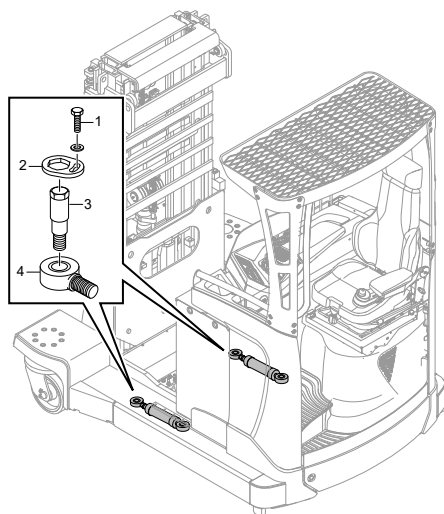

Fig. 48. Tornillos de fijación del cilindro de inclinación
- 3** Asegúrese de que los cilindros de inclinación/uniones de ajuste (consulte *Fig. 48. Tornillos de fijación del cilindro de inclinación, página 88*, pos. 4) estén colocados de manera que no se dañen al elevar el mástil.